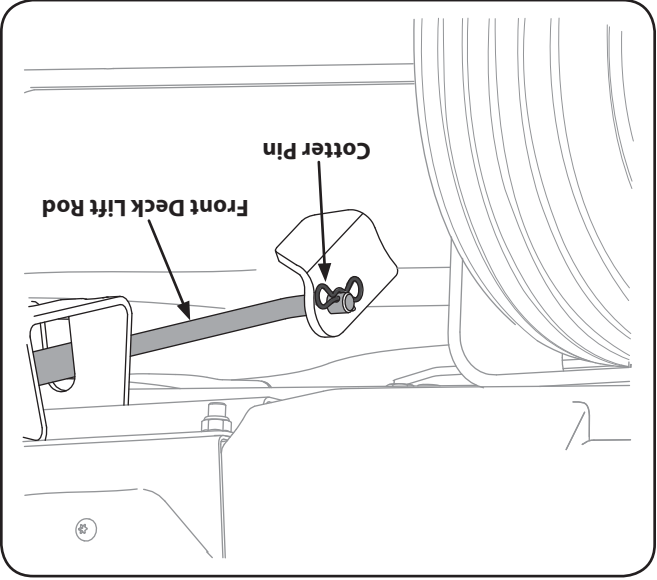

Figure 7-6
6. Sortez la goupille fendue de la tige de relevage avant du plateau de coupe qui maintient celle-ci sur le plateau de coupe. Voir la figure 7-6. Dégagez la tige de relevage du plateau de coupe du crochet de support avant.
4. Sortez les goupilles de soutien et manœuvrez le plateau de coupe pour aligner les trous des bras de relevage avec les goupilles. Voir la figure 7-6.
6. Réinstallez la tige de relevage avant du plateau de coupe et maintenez-la en place avec la goupille fendue. Voir la figure 7-6.